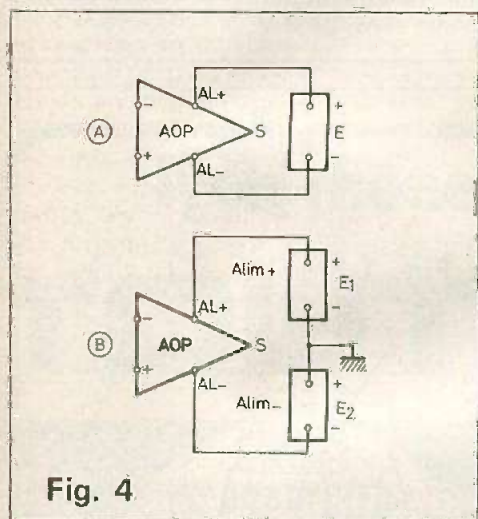

Fig. 4
- 1) L'alimentation simple (fig. 4 A).
- 2) L'alimentation double (fig. 4 B).